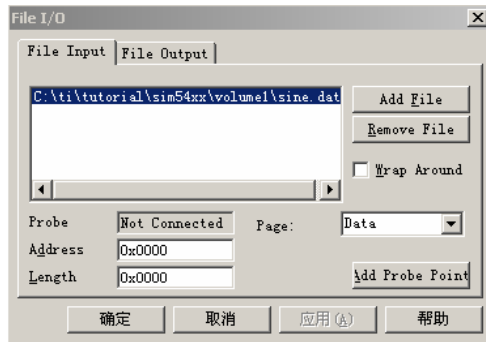

图 5.26 File I/O 属性
(9) 在 File I/O 对话框中，在 Address 域填入 inp_buffer，在 length 域填入 100，同时选中 Wrap Around 复选框(如图 5.26 所示)。这几部分值含义如下：